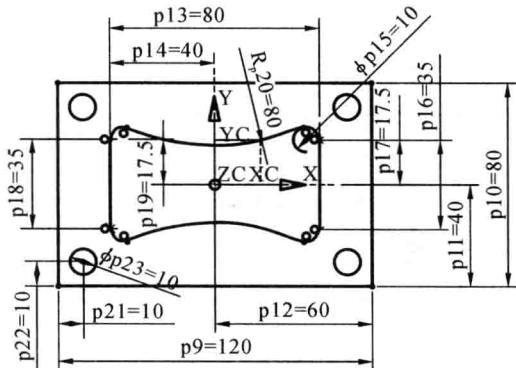

图 1-19 绘制完成的图形
(16) 单击“草图”工具栏中的“圆”按钮，绘制 4 个圆，并对其进行尺寸和位置约束，如图 1-19 所示。
(17) 单击“完成草图”回到模型界面。
(18) 选择“文件”→“保存”，或单击“标准”工具栏中的“保存”按钮对文件进行保存。